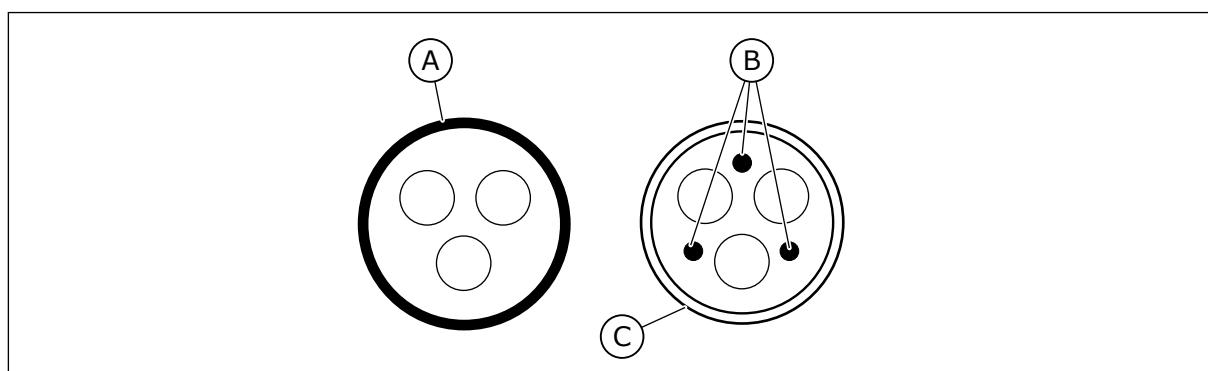

Fig. 36: Câbles avec conducteurs PE
2. Un câble d'alimentation symétrique doté d'un fil de protection concentrique. Un câble pour la tension secteur spécifiée. Nous recommandons un câble MCMK. Voir Fig. 36.
3. Un câble d'alimentation symétrique doté d'un blindage compact à faible impédance. Un câble pour la tension secteur spécifiée. Nous recommandons un câble MCCMK, ou un câble EMCCK. Nous recommandons que l'impédance de transfert du câble (1...30MHz) se situe à un maximum de 100 mΩ/m. Voir Fig. 36. \* = Pour le niveau CEM C2, il faut disposer d'une mise à la terre à 360° du blindage avec presse-étoupe à l'extrémité moteur.